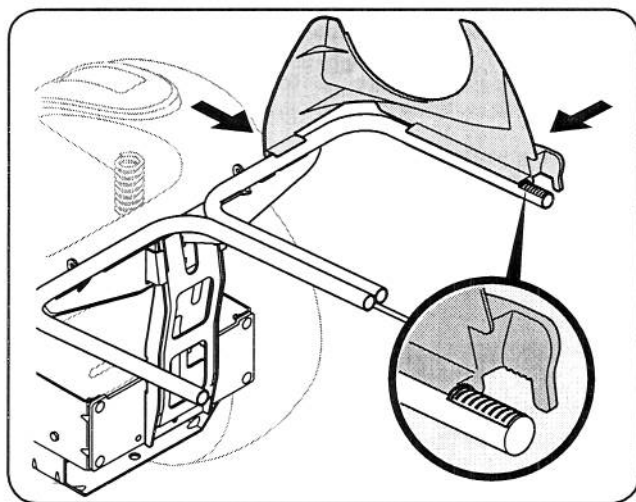

Figure 4-12
1. Insérez la goulotte de descente supérieure de plastique en place en enclenchant d'abord la partie latérale sur la rail de support du dispositif d'ensilage avec le bord du dispositif d'enclenchement aligné avec la ligne rouge, comme illustré à la figure 4-12.
2. Insérez la partie avant de la goulotte de descente au rail, comme illustré à la figure 4-12.